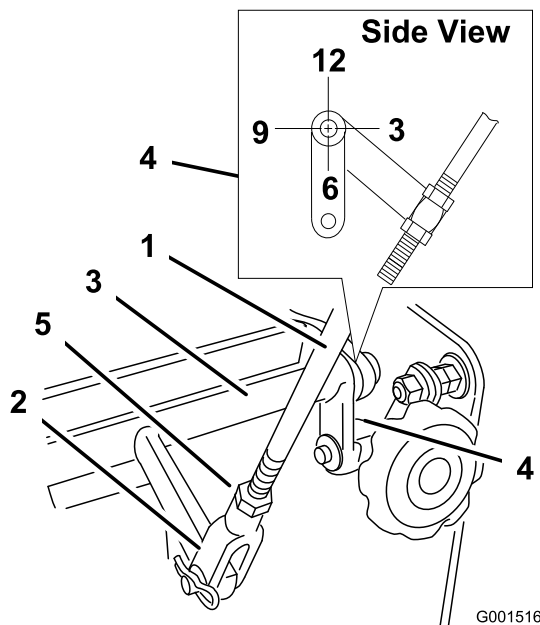

Figure 29
4. Vérifiez l'orientation des languettes aux extrémités de la manivelle de commande de vitesse. Ces languettes doivent être orientées vers le bas et à la position 6 heures approximativement (Figure 29).
5. Ajustez la chape filetée au bas de la timonerie de commande de vitesses jusqu'à ce que les languettes soient placées à la position 6 heures (Figure 29).